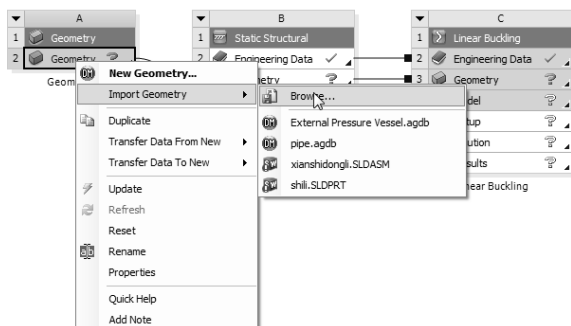

图 9-28 选择【Import Geometry】|【Browse】命令
1) 在 A2 栏的【Geometry】上单击鼠标右键，在弹出的快捷菜单中选择【Import Geometry】|【Browse】命令，如图 9-28 所示，弹出【打开】对话框。